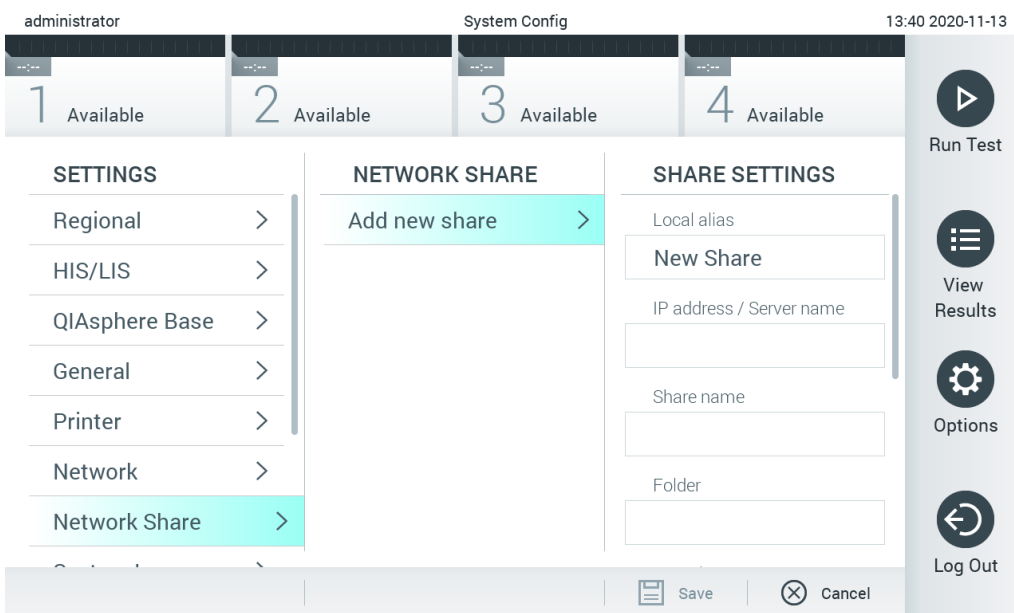

Figura 75. Adicionar um novo compartilhamento de rede.
3. Pressione o botão Add new share (Adicionar novo compartilhamento) (Figura 75).